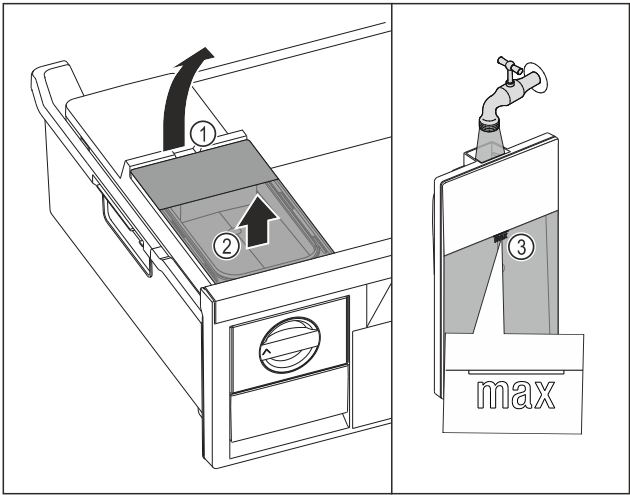

Fig. 152
- 从凹槽 Fig. 152 (1) 抬起水箱。
- 向上取出水箱。 Fig. 152 (2)
- 向水箱注入饮用水，直至标记 Fig. 152 (3)。